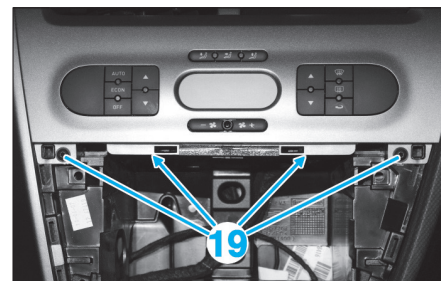

Fig. 41
- Déposer les vis (19) de la façade de climatisation (Fig.41).